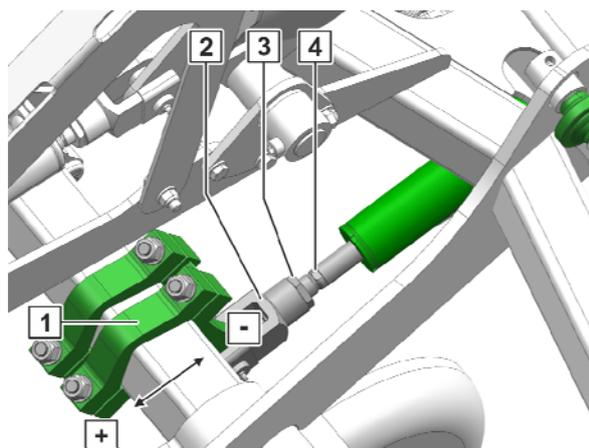

Рис. 184
1. Ослабьте контргайку (Рис. 184/3).
2. Поверните шток (Рис. 184/4), чтобы рычаг регулировки давления сошников (Рис. 184/1) установился в нужном положении.
3. Затяните контргайку к вилке (Рис. 184/2).
2. Поверните шток (Рис. 184/2), чтобы рычаг регулировки давления сошников (Рис. 184/1) установился в нужном положении.
3. Затяните контргайку к вилке (Рис. 184/4).